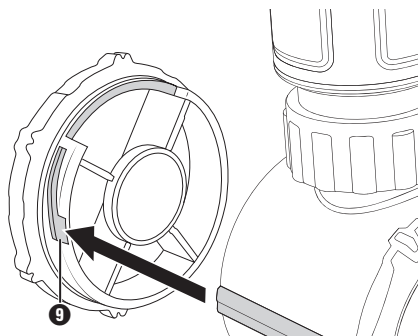

Bild 2
- ◆ Sätt batterifackets lock **9** på batterifacket med den stora skåran uppåt. Kontrollera att den lilla skåran passar på batterifacket. Vrid batterifackets lock **9** i pilens riktning tills det tar stopp (se bild 2).